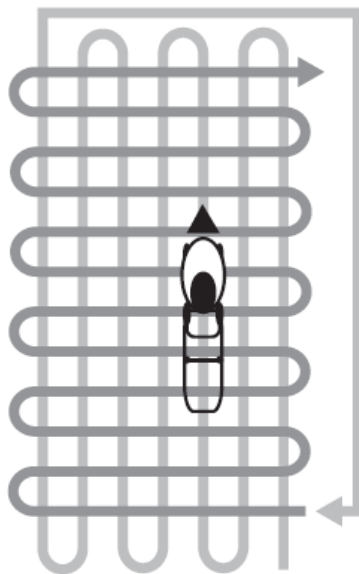

Рис. 19 Схема скашивания высокой и/или загущенной травы
5. При скашивании в тяжелых условиях (п. 3.4) рекомендуется двигаться медленнее или проводить повторный покос с меньшей высотой скашивания. На Рис. 19 представлена схема движения газонокосилки при скашивании высокой и/или загущенной травы.